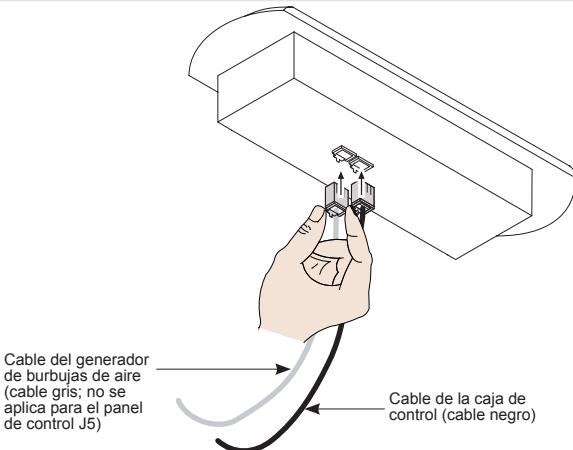

Figura 4: Panel de control
- 1** Inserte el/los conector/es de cable en la parte posterior del panel de control (Figura 4). El panel de control de LCD J5 sólo requiere la inserción del cable negro de la caja de control.